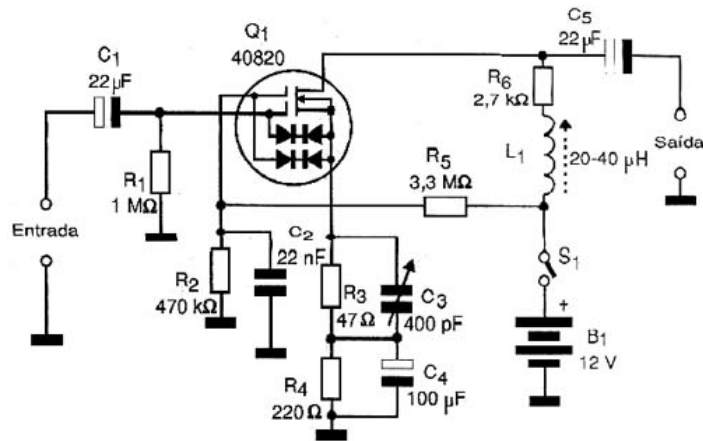

Figura 6: Circuito do amplificador de banda larga.
- **AMPLIFICADOR DE BANDA LARGA:** O circuito mostrado na figura 6 pode amplificar sinais que vão desde a faixa de áudio até 10 MHz.